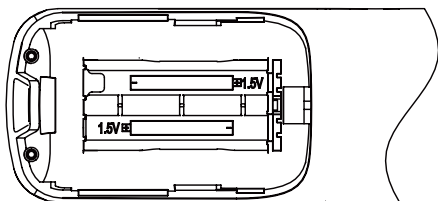

Рисунок 2.8
3) Извлеките старые батарейки. Установите две новые батарейки AAA, соблюдая указанную положительную и отрицательную полярность (см. Рис. 2.8). Закройте крышку батарейного отсека.